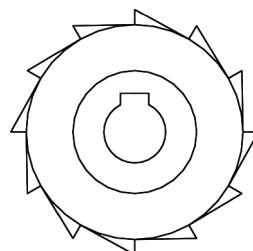

图 5-43 修剪线条
- 4) 使用“修剪”命令，修剪射线，结果如图 5-43 所示。